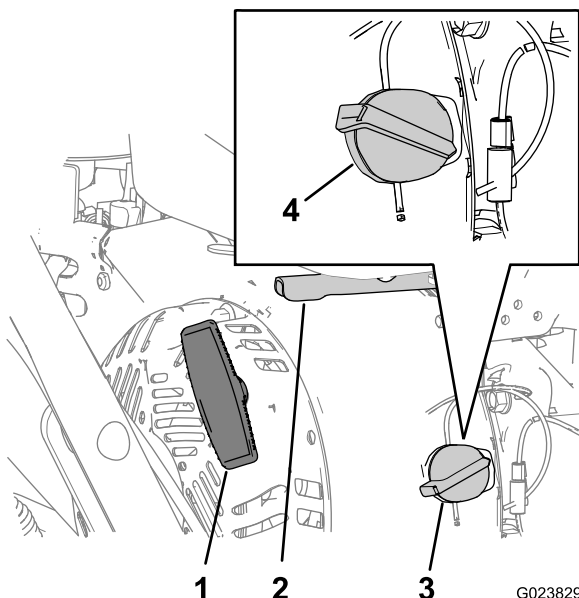

Figura 10
1. En el lado derecho del motor, gire el interruptor de encendido/apagado del motor en sentido horario a la posición de ENCENDIDO (Figura 10).
3. Mueva el acelerador a un punto intermedio entre las posiciones de LENTO y RÁPIDO, situadas en el lado trasero derecho del motor (Figura 10).
4. Tire lentamente del arrancador de retroceso del motor hasta que note resistencia, luego deje de tirar (Figura 10).
2. Mueva el acelerador a un punto intermedio entre las posiciones de LENTO y RÁPIDO (Figura 10).
3. Deje el motor en marcha durante un mínimo de 15 segundos, luego gire el interruptor de encendido/apagado del motor a la posición de APAGADO para parar el motor (Figura 10).